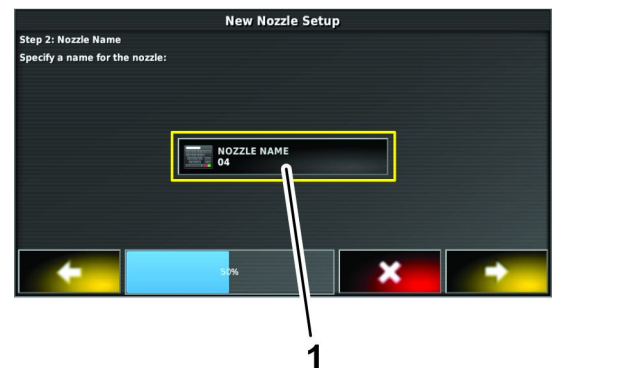

Figura 78
- 6. Carregue no ícone do NOME DO BICO (Figura 78).